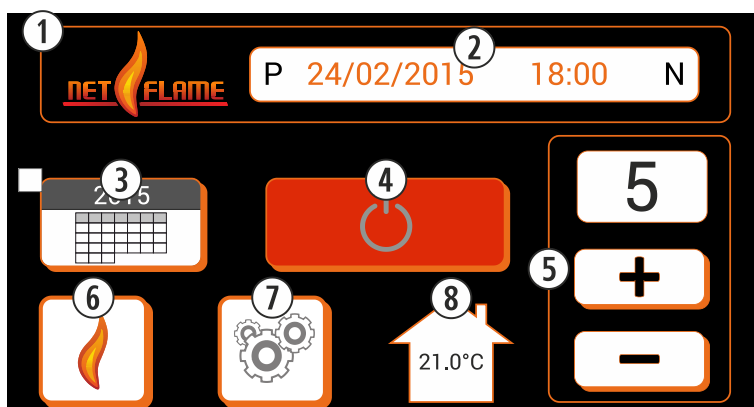

Figura 24
- Interfaz Web: Icono  (figura 24) de la pantalla principal o en la visualización de datos (figura 27).